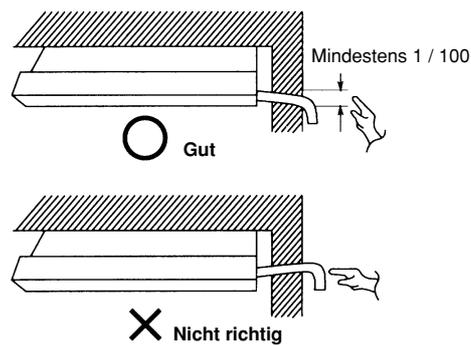

Abb. 3-29
- Die Leitung muß mit einer leichten Neigung nach außen verlegt werden (Abb. 3-29)